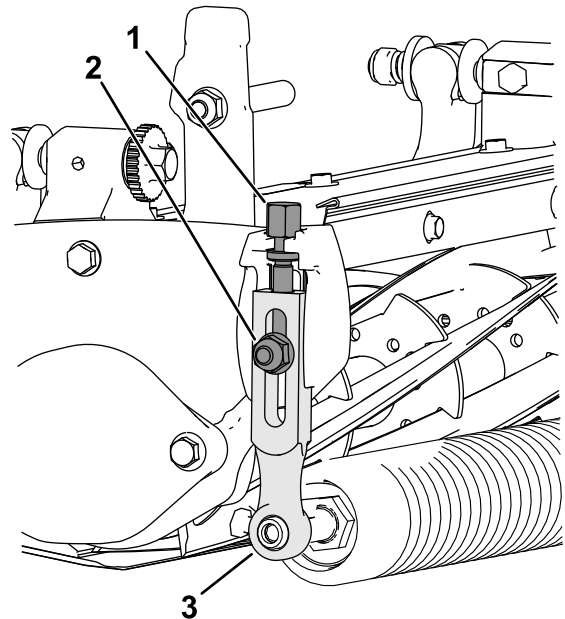

Bild 14
1. Lösen Sie die Sicherungsmuttern, mit denen die Schnitthöhenarme an den Seitenplatten der Schneideinheit befestigt sind (Bild 14).